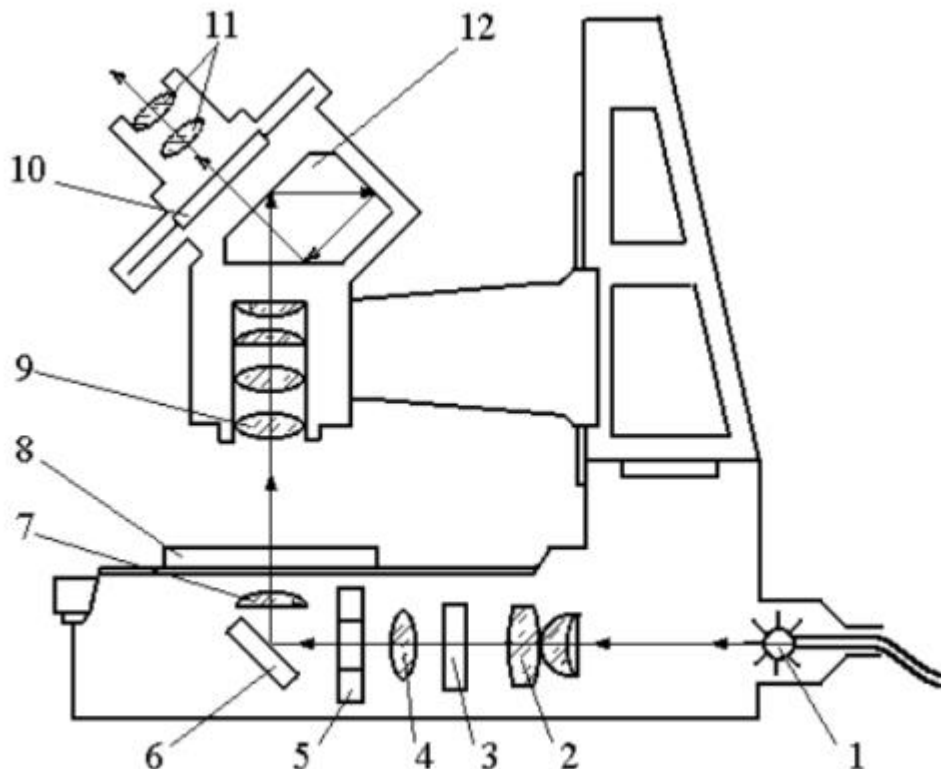

Рис. 4. Оптическая схема большого инструментального микроскопа
6. По результатам эксперимента сделать вывод о связи геометрических параметров проточенных отверстий и положения фокуса фокусирующей линзы относительно поверхности заготовки. Измерение линейных размеров на большом инструментальном микроскопе БМИ-1. Измерительный микроскоп – это бесконтактный оптический прибор, с помощью которого, наблюдая в увеличенном виде контуры детали, измеряют линейные и угловые размеры элементов этих контуров в прямоугольных или полярных координатах. Процесс измерения осуществляется непосредственно по линейным и угловым шкалам прибора (абсолютный метод измерения). Ход лучей и оптическая схема БМИ представлены на рис. 4.